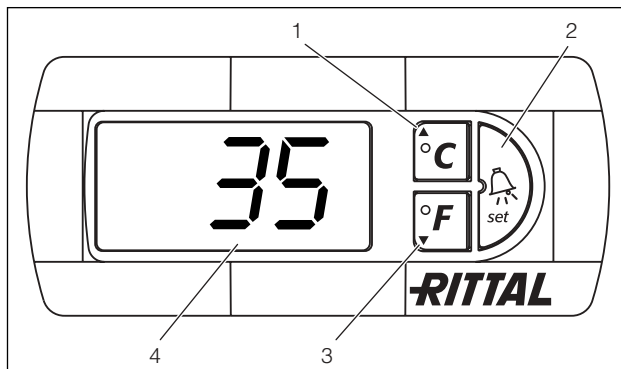

Abb. 38: Comfortcontroller
Der Comfortcontroller verfügt über eine 7-Segment-Anzeige (Abb. 38, Nr. 4). Auf ihr wird nach dem Einschalten der Stromversorgung zunächst für ca. 2 Sek. die aktuelle Softwareversion angezeigt, danach eine voreingestellte Option (z. B. t10) bzw. die Temperatur. Im normalen Betrieb stellt die Anzeige sowohl die Temperatur (in Grad Celsius oder Grad Fahrenheit, umschaltbar) als auch Störungsmeldungen dar. Die aktuelle Schaltschrank-Innentemperatur wird normalerweise permanent angezeigt. Bei Auftreten einer Störungsmeldung erscheint diese im Wechsel mit der Temperaturanzeige.
Die Programmierung des Gerätes nehmen Sie über die Tasten 1 – 3 (Abb. 38) vor. Die Parameter dazu erscheinen ebenfalls in der Anzeige.
- Drücken Sie gleichzeitig die Tasten 1 und 2 (Abb. 38) für min. 5 Sek.
Mit den Tasten 1, 2 und 3 (Abb. 38) können Sie 24 Parameter innerhalb der vorgegebenen Bereiche (Min.-Wert, Max.-Wert) verändern.